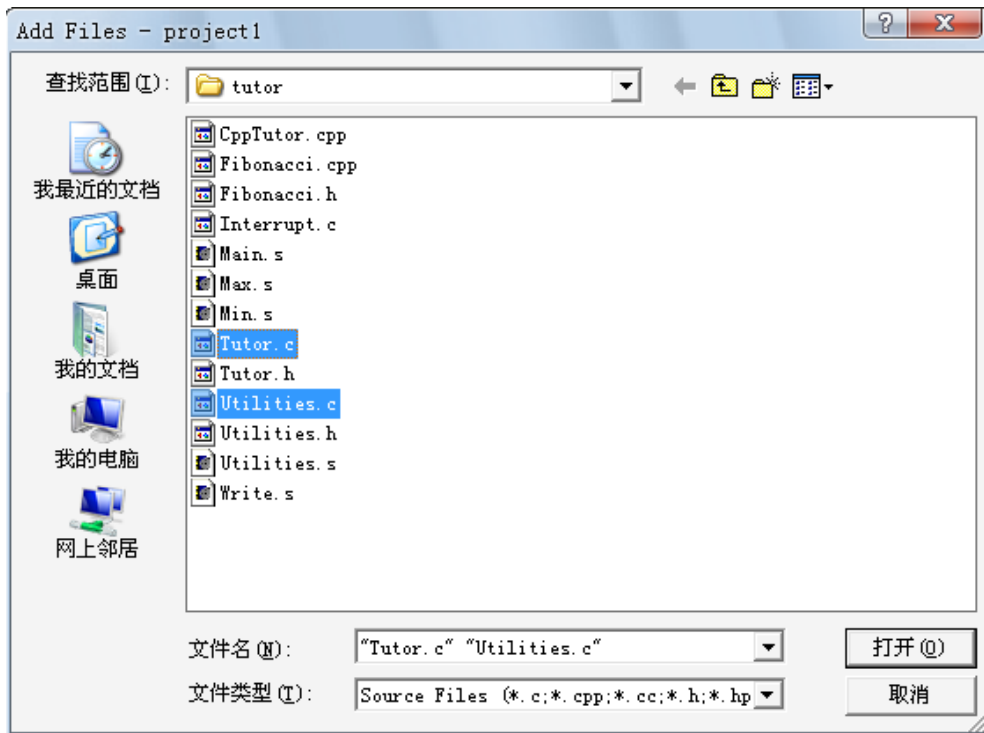

图 3. 添加文件窗口
- ① 在 `Workspace` 中选择希望添加文件的目的地，可以是项目或源文件组。本例直接选 `project1`。
- ② 选择主菜单 `Project > Add Files` 打开标准浏览窗口，见图 3。选择安装目录 `ARM\tutor` 下的上述 2 个文件，点击打开按钮，把它们添加到 `Project1` 目录下。